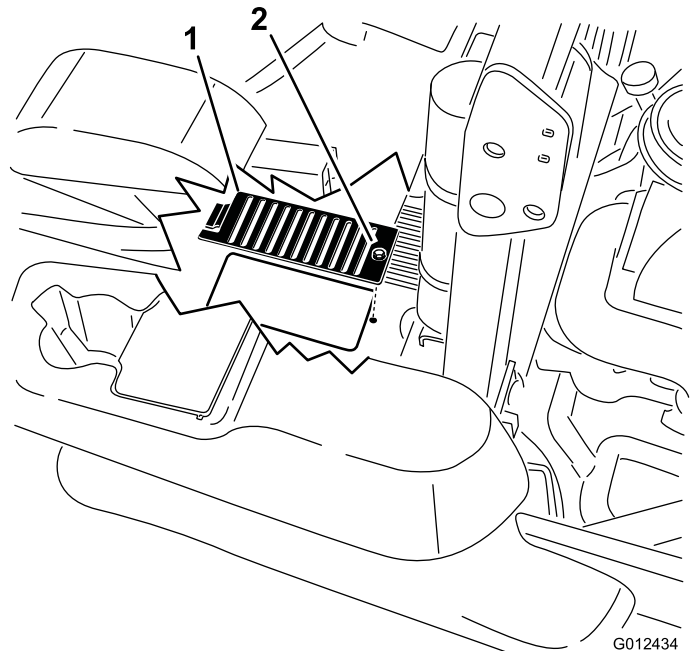

Bild 78
6. Entfernen Sie über jedem Peilstab die Abdeckung und die an der Abdeckung befestigte Schraube. Reinigen Sie den Bereich um jeden Ölpeilstab und jede Hydraulikanlage (Bild 78).